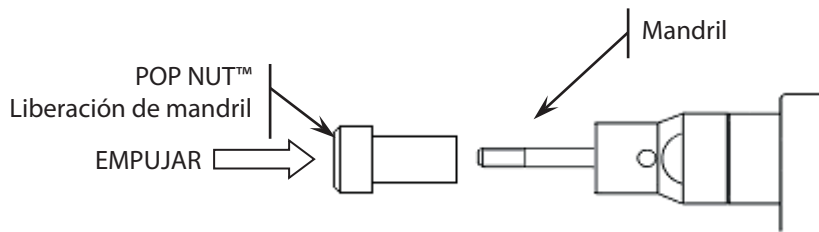

Figura 4: Liberación de mandril POP NUT™
3. Saque la boquilla de la herramienta aflojando la tuerca de bloqueo y desenrosquándola (Figura 4).